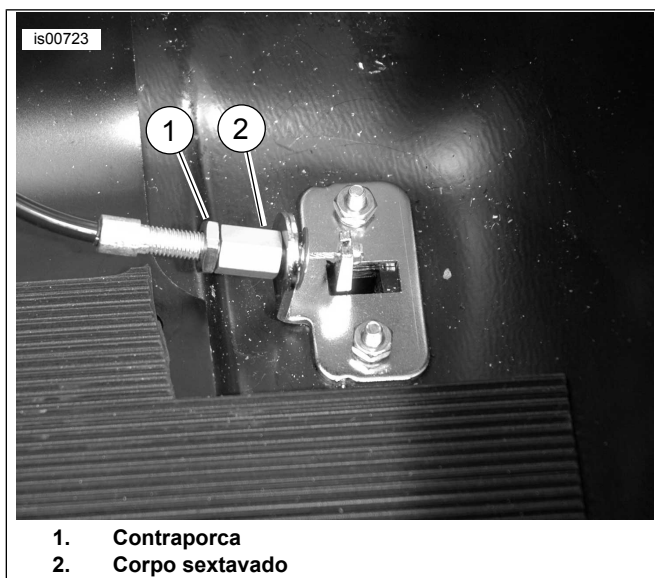

Figura 8. Ajuste do conjunto do cabo
1. Veja a Figura 8. Volte a contraporca (1) afastando-a do corpo sextavado (2).